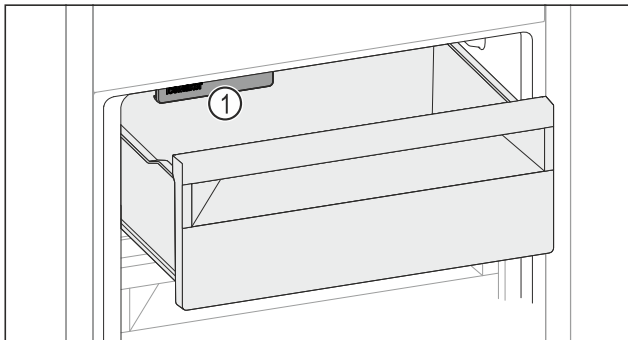

Fig. 178
- Vegye figyelembe az IceMaker-t Fig. 178 (1).